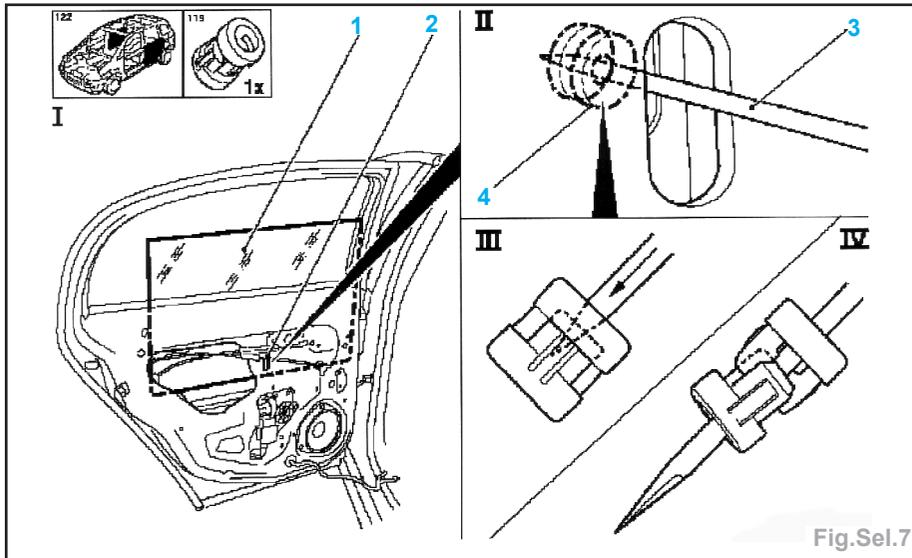

Fig.Sel.7
- Mettre la glace en position de façon à mettre le clip (4) accessible par l'orifice (2) (Fig.Sel.7).